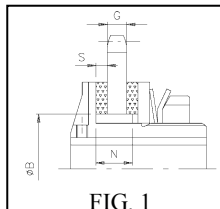

FIG. 1
- In alcuni casi è necessario adattare la dimensione della boccia (quota N) allo spessore dell'organo da montare secondo le indicazioni sotto riportate (FIG. 1).
- In some cases it is necessary to adjust the bush's dimension (quote N) to a thickness of the drive element to be assembled as below indicated (FIG. 1).
Il solo intervento di manutenzione previsto per i limitatori di coppia a frizione, è quello di ripristinare la coppia d'intervento, mediante regolazione della ghiera, a causa del consumo gli anelli d'attrito dovuto ai ripetuti slittamenti. E' necessario sostituire gli anelli d'attrito prima che la flangia di pressione interferisca con la boccola (FIG.1).
It's necessary to replace the friction rings before the pressure flange touch the bush (FIG.1).